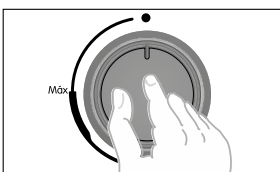

Figura 19.
- Las perillas se deben encontrar siempre en posición de APAGADO **(Ver figura 19)**.